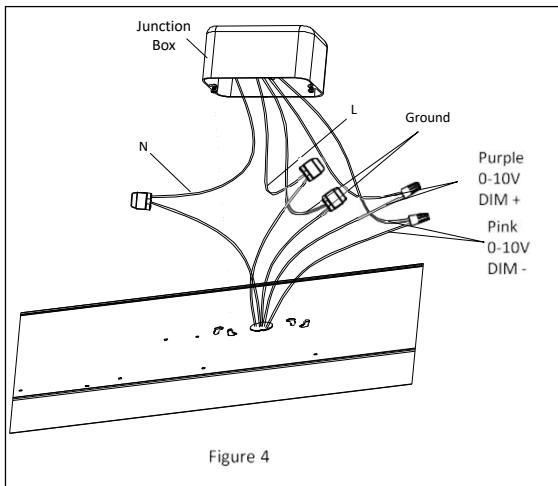

Figure 4
3. Make the wire connections Black to Line, White to Neutral and Green to Ground. Use the supplied push-in connectors to secure the connections. **See Figure 4.**
3. Raccordez le fil noir au fil de phase, le fil blanc au fil neutre et le fil vert à la mise à la terre. Utilisez les connecteurs push-in fournis pour sécuriser les connexions. **Rapordez-vous à la Figure 4.**